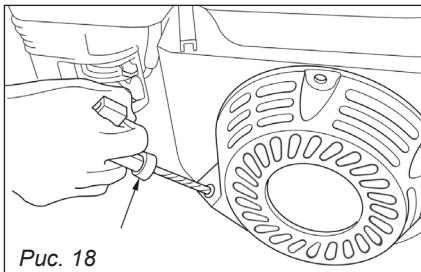

Рис. 18
6. Возьмитесь за ручку стартера и медленно потяните до появления ощущимого сопротивления, затем потяните ручку стартера резким рывком (рис. 18).